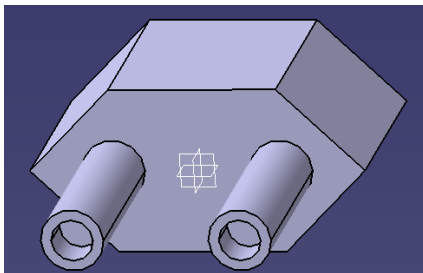

图 3-88
(5) 选择按圆柱的前部后,进入 Sketcher。用 Circle 画如图 3-88, 设圆的直径为 10mm。点击  后, 深度设为 10 mm, 点击 OK 键。